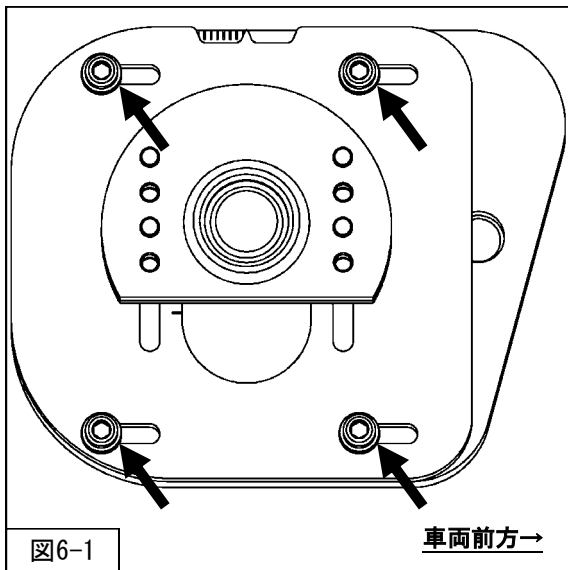

図6-1
2. キャスター調整ボルト（4ヶ所）をゆるめてください。（図6-1 矢印部分）